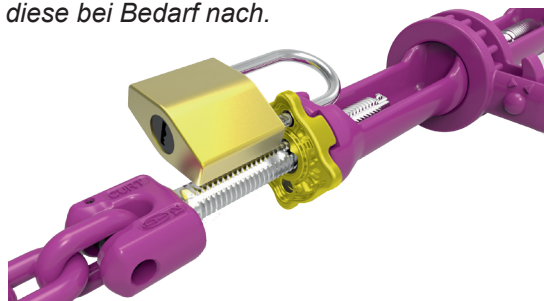

Bild 18:
10. Optional können ICE-Zurrketten am ICE-Ratschenspanner ICE-CURT mittels eines Vorhängeschlosses (TYP ABUS 85/40 HB) vor Diebstählen gesichert werden (siehe Bild 18).